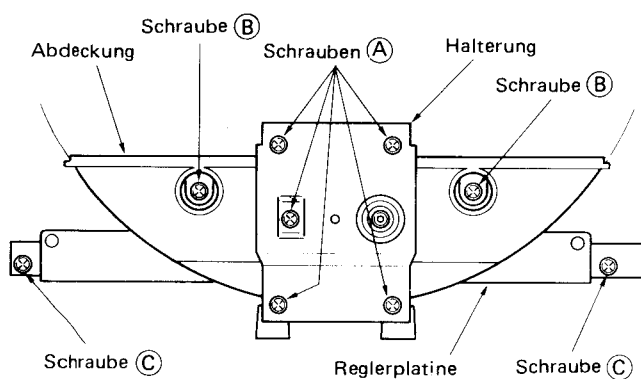

Abb. 9
- 5) Entfernen Sie zwei PC-Bord-Halteschrauben C (1-3 x 12) und nehmen Sie den PC-Bord ab. (Siehe Abb. 9)